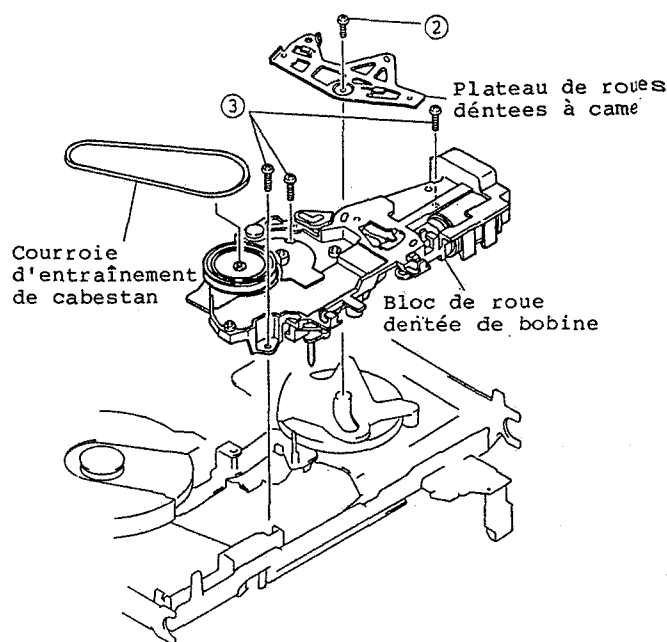
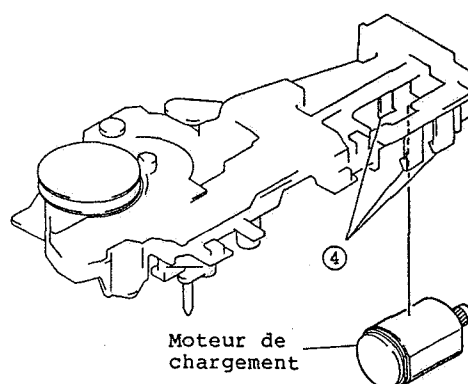

Fig. 2-86
Fig. 2-87
1. Dégager la courroie d'entraînement de cabestan du bloc de roue dentée de bobine. (Se reporter à la figure 2-86)
2. Retirer une (1) vis de fixation immobilisant le plateau de roue dentée à came.
3. Retirer les trois (3) vis de fixation immobilisant le bloc de roue dentée de bobine.
4. Libérer les trois (3) segments de fixation immobilisant le moteur de chargement. (Se reporter à la figure 2-87)